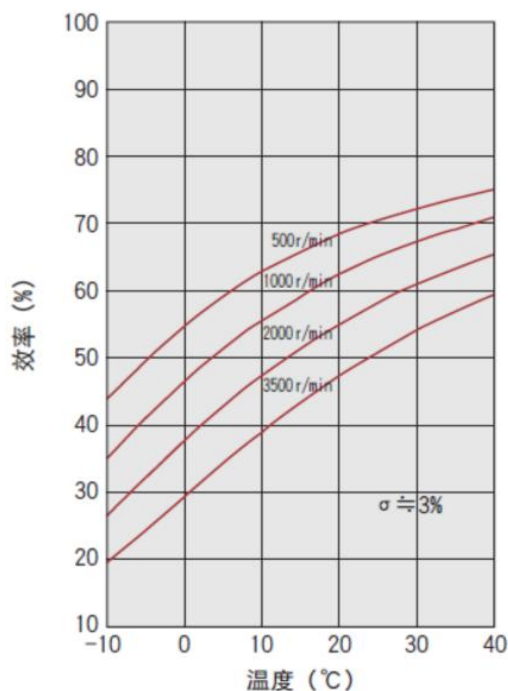

图 25-3 额定转矩时的效率
(1) 关节模组扭矩常数=电机扭矩常数(Torque constant) *减速比*传动效率（通常在 50%~70%，效率曲线如图 25-3 所示）。
(2) 关节模组输出扭矩=关节模组扭矩常数*电机实际电流(可通过对象字典 0x6078 获取，该对象字典说明如表 25-3)。